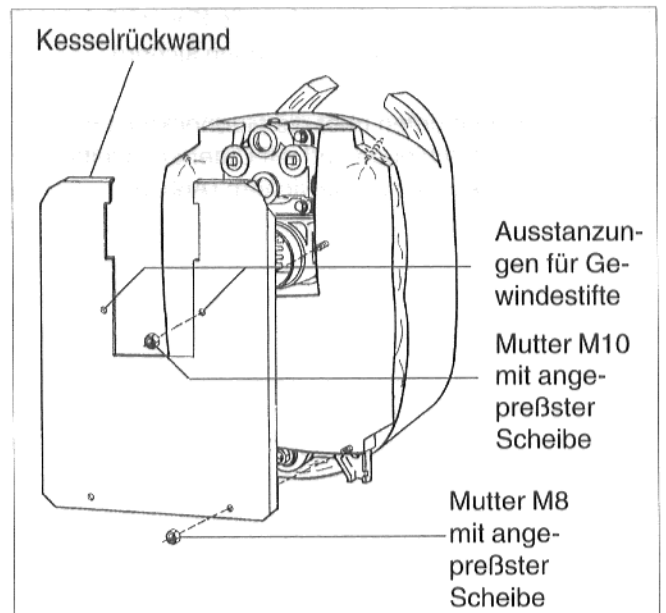

Abb. 19
- Kesselrückwand oben auf die zwei Gewindestifte, unten auf die Distanzstifte aufschieben und mit Muttern festschrauben (Abb. 19).